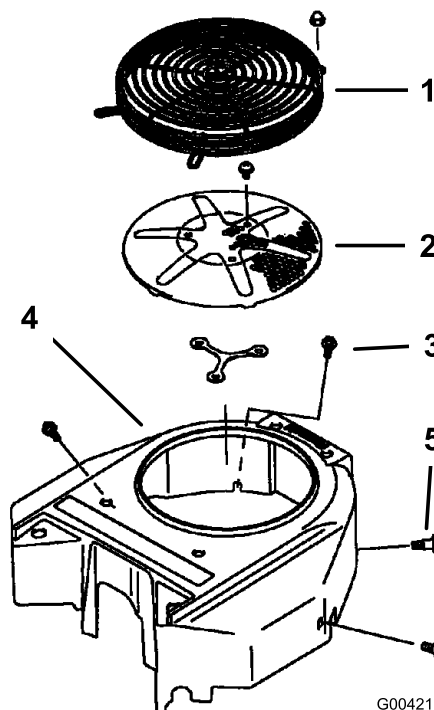

Figure 71
5. Remettez la grille d'entrée d'air, le lanceur et le boîtier du ventilateur (Figure 71).
Avant chaque utilisation, enlevez l'herbe, les saletés et autres débris éventuellement accumulés sur la grille du moteur. Cela permet d'assurer un refroidissement et un régime moteur corrects, et réduit les risques de surchauffe et de dégâts mécaniques du moteur (Figure 71).
3. Retirez la grille d'entrée d'air, le lanceur et le boîtier du ventilateur (Figure 71).